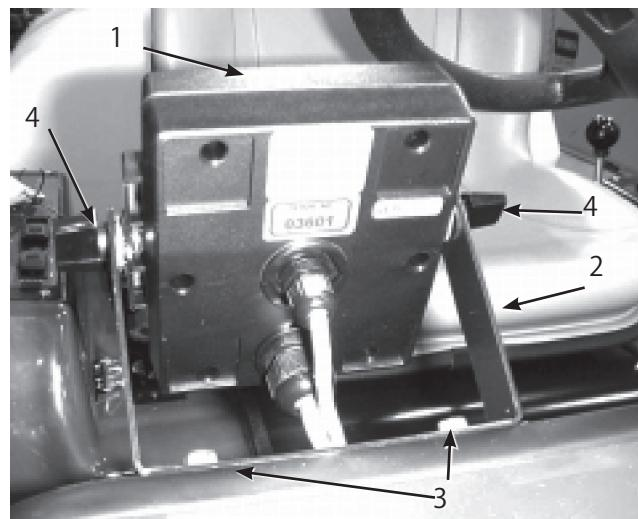

図3
1. モニタのブラケットをダッシュボードに取り付ける(図3: フランジヘッド・ボルト (1/4 x 3/4) 2本とフランジ・ナット (1/4) 2本を使用)。
2. キャリッジボルト、ゴム・ワッシャ、ノブ各2個を、図3および4のように仮止めする。
5. ブラケットにスプレープロを取り付け(図3)、ノブで固定する。